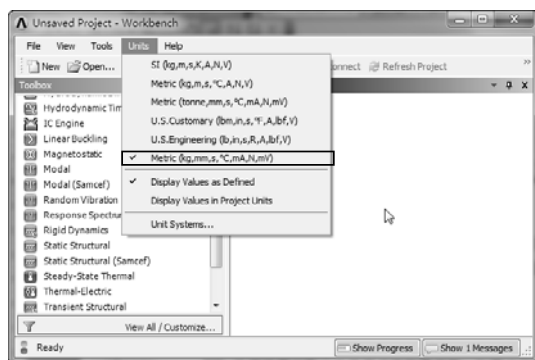

图 12-3 设置分析单位
2) 选择【Units】|【Metric (kg,mm,s,°C,mA,N,mV)】命令，设置分析单位，如图 12-3 所示。